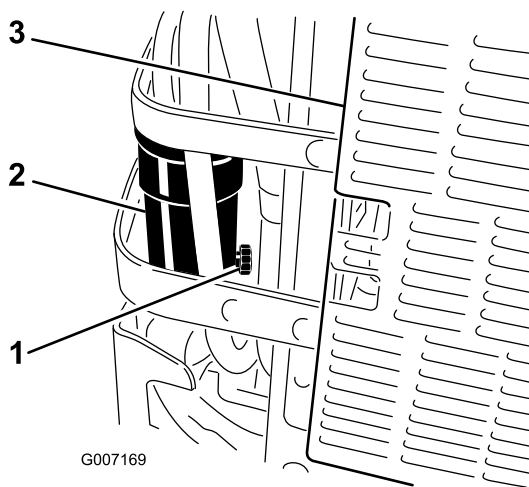

Figure 66
5. Desserrez le robinet de vidange du séparateur d'eau d'un tour environ pour vidanger l'eau et autres contaminants (Figure 66).
6. Fermez le robinet de vidange lorsque seul du gazole s'écoule (Figure 66).